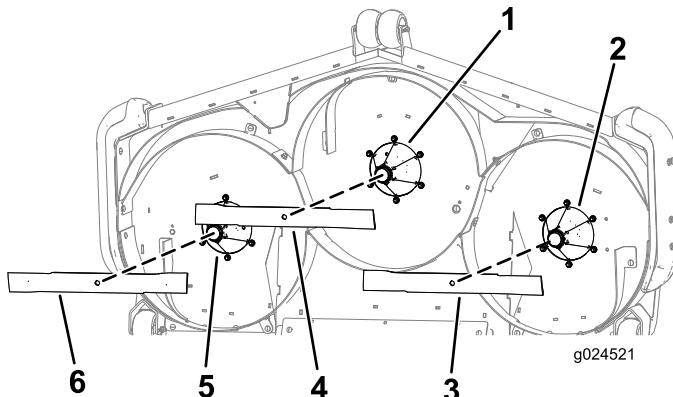

Figure 7
- Montez la lame contrarotative rouge sur l'axe droit (Figure 7).
- Montez les 2 lames noires sur l'axe central et l'axe gauche (Figure 7).